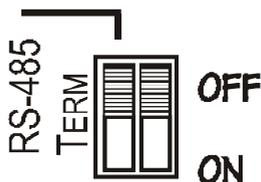

Рис. 10. DIP-переключатель VP-4x4K
**VP-4x4K** оснащен двумя DIP-переключателями, изображенными на рис. 10 и описанными в таблице 3. Настраивается только один из DIP-переключателей: